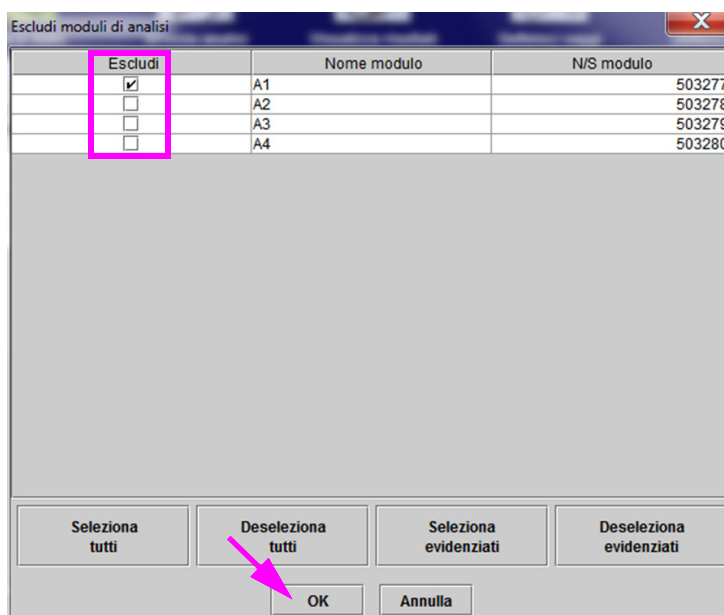

Figura 9-37. Finestra di dialogo Escludi moduli di analisi
2. Fare clic su **Manutenzione** nella barra dei menu e selezionare **Escludi moduli di analisi**. Viene visualizzata la finestra di dialogo Escludi moduli di analisi. Vedere la Figura 9-37.
4. Premere il pulsante **OK** per salvare le modifiche nella finestra di dialogo Escludi moduli di analisi (vedere la Figura 9-37).